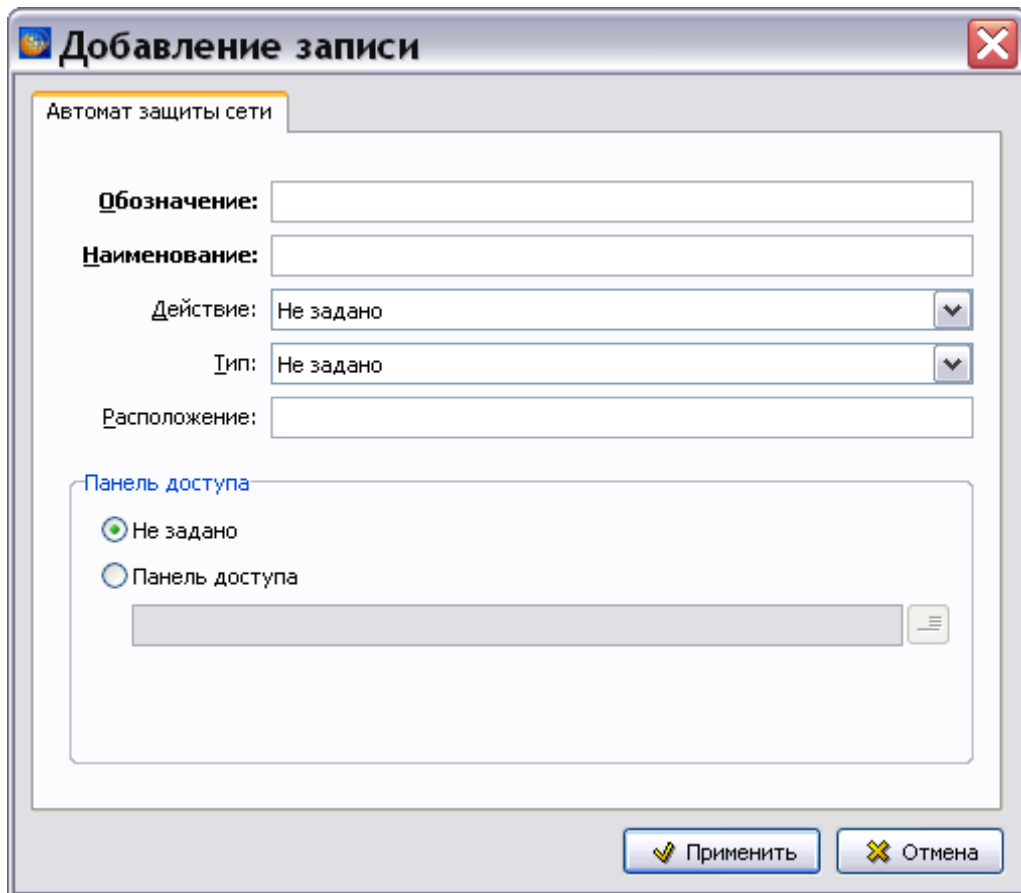

Рисунок 364
5) Для ввода перечня автоматов защиты выделите подгруппу и нажмите на кнопку **Добавить** . После этого появится окно **Добавление записи** (рисунок 364).